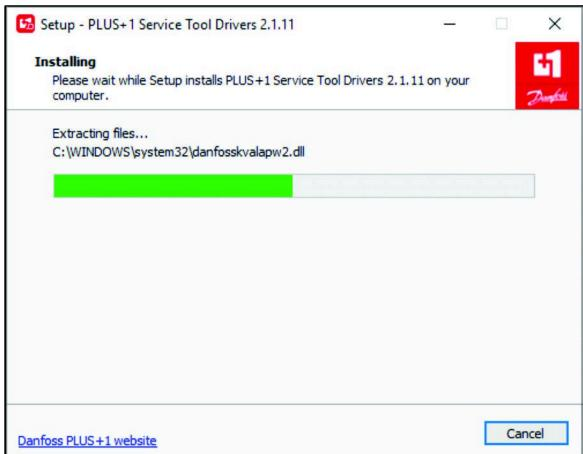

Bild 31
**Hinweis:** Das Fortschrittsdialogfeld (Bild 31) wird angezeigt.